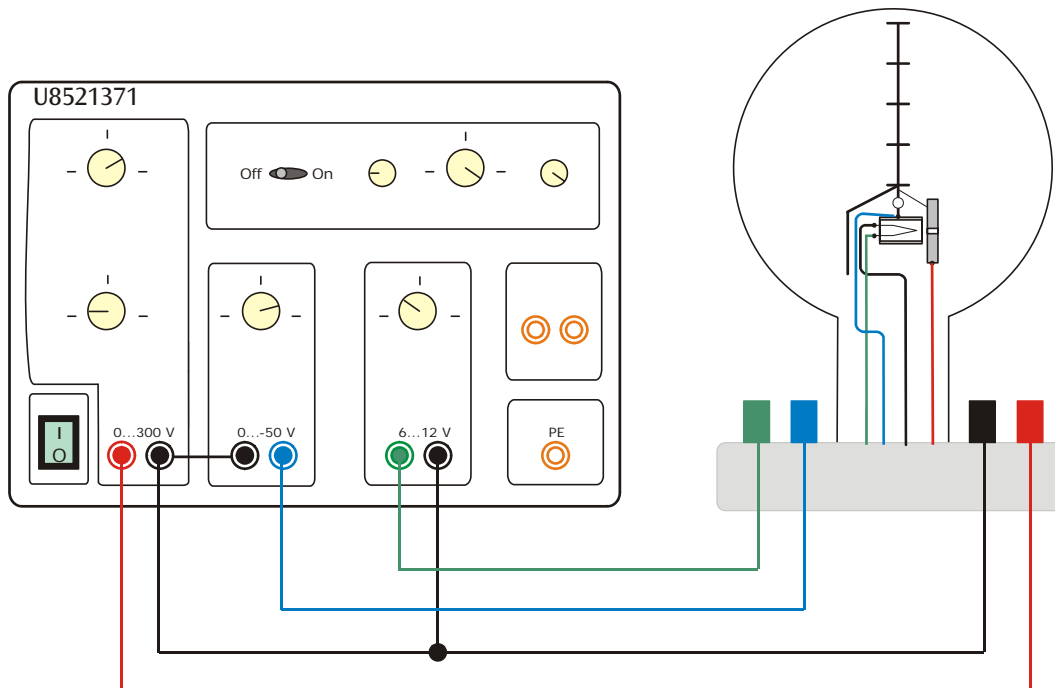

Fig. 1 Anschluss der Fadenstrahlröhre an das DC-Netzgerät 300 V U8521371
- Beschaltung gemäß Fig. 1 durchführen.